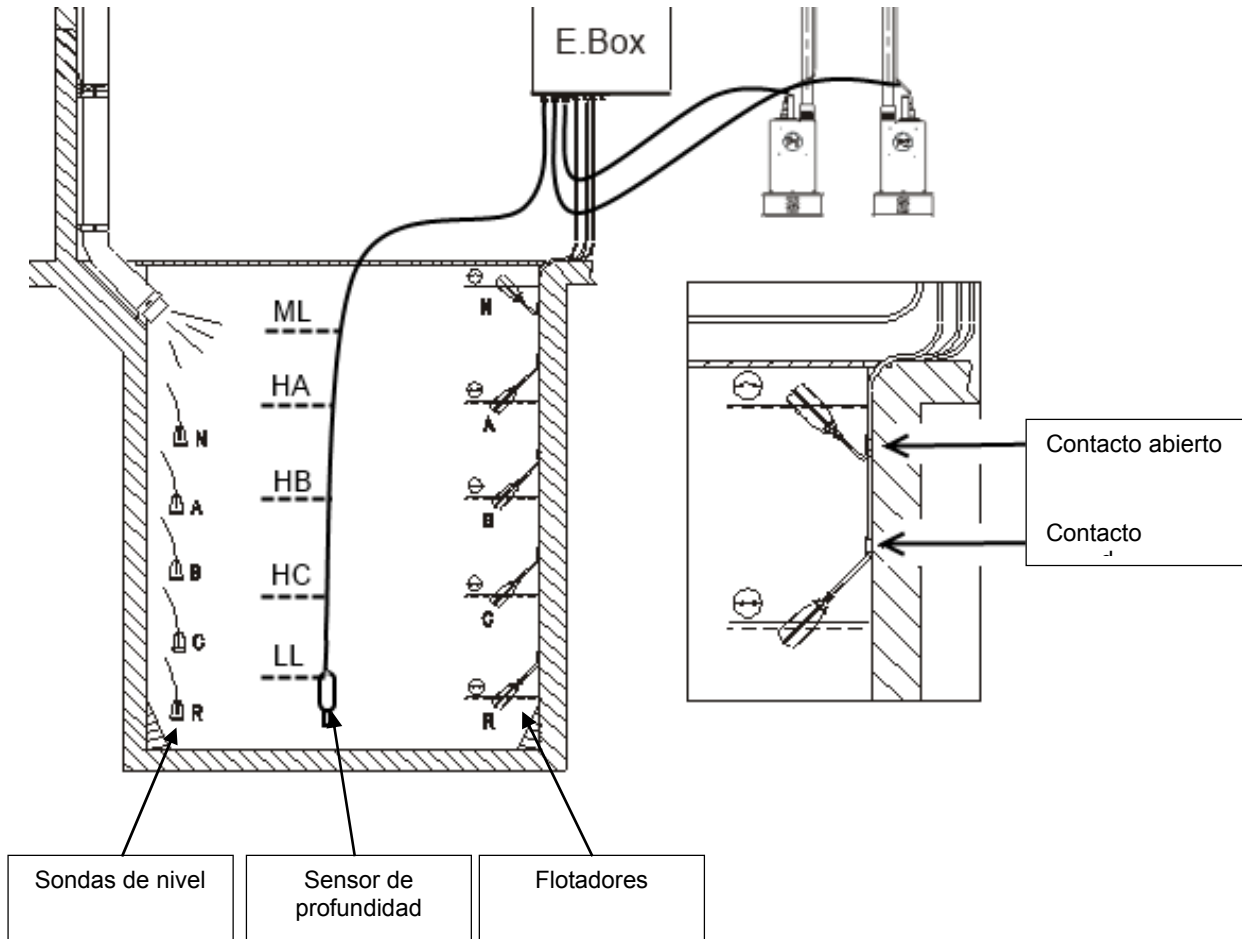
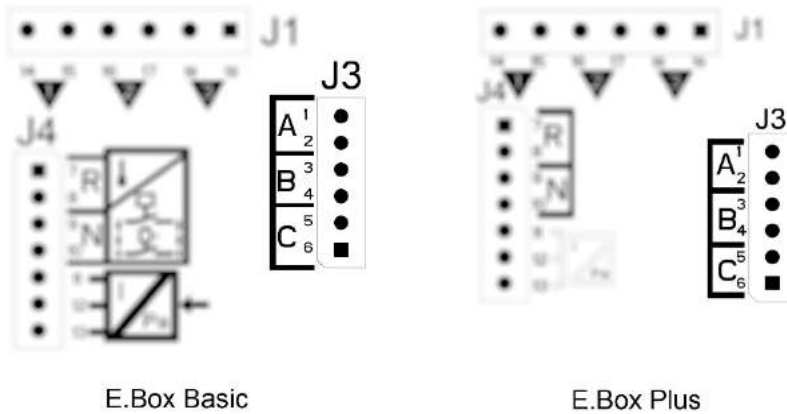

Figura 19: Esquema de entradas de sistema de llenado
Figura 22: Entradas
- Usar flotadores para llenado, contacto cerrado con nivel de agua bajo, ver Figura 19: Esquema de entradas de sistema de llenado.
- **Sistema con 2 flotadores:** en este caso, se deben utilizar las entradas B y C (no debe utilizarse A). Los flotadores de la pila se deben colocar como en la Figura 19. Para la instalación eléctrica, ver Figura 22.
- **Sistema con 2 sondas de nivel:** en este caso, se deben utilizar las entradas B y C (no debe realizarse un puente en A). Las sondas de nivel en la pila se deben colocar como en la Figura 19. Para la instalación eléctrica, ver Figura 22.
- **Sistema de 3 flotadores o sondas de nivel:** en este caso, se deben utilizar A, B y C. Los flotadores o sondas de nivel se deben colocar como en la Figura 19. Para la instalación eléctrica, ver Figura 22.